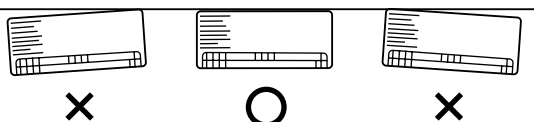

Fig. 3-20
- (2) Haga una comprobación con una cinta de medir o un nivelador de carpintero. Esto es importante para que la unidad esté correctamente instalada. (Fig. 3-20)